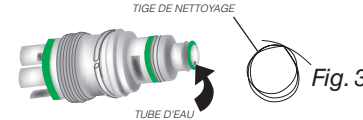

Fig. 3
4. Insérez la tige nettoyante, pièce StarDental n° 256719, dans le tube d'eau. Si la tige n'avance pas, exercez un mouvement de va et-vient afin de dégager les débris. (Fig. 3)